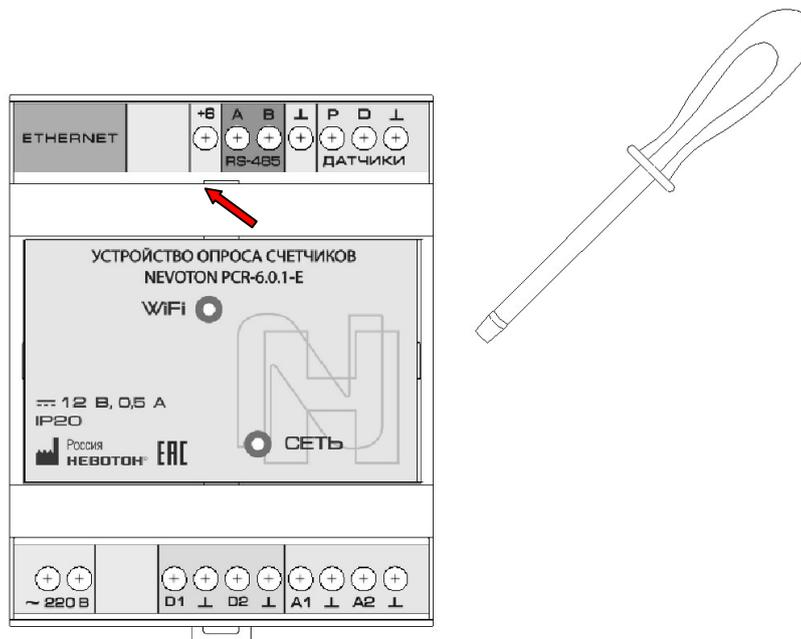

Рис. 5. Демонтаж съемной крышки клеммной колодки
- установить шлиц отвертки в гнездо фиксатора (указано стрелкой) по центру съемной крышки верхней клеммной колодки (рис. 5);